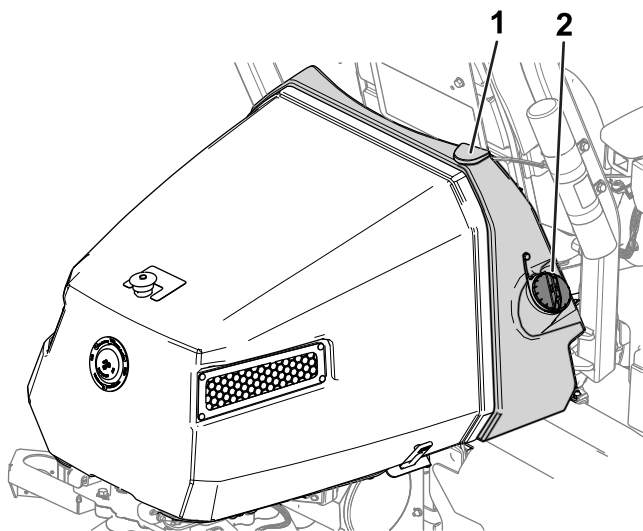

Figure 26
2. Nettoyez la surface autour du bouchon du réservoir de carburant et enlevez le bouchon (Figure 26).